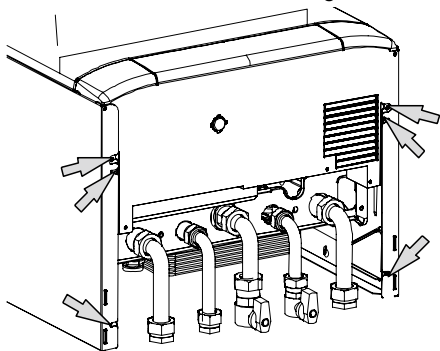

Fig. 5.15
- Svitare le sei viti indicate in Fig. 5.15 .